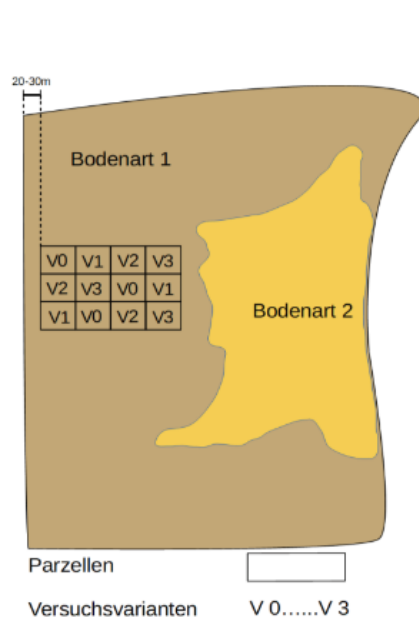

Abbildung 1: Beispiel für eine randomisierte 3-fache Wiederholung im Kleinparzellenversuch
Randomisierung	<p>Durch die zufällige Anordnung (siehe Abbildung 1) der unterschiedlichen Versuchsvarianten im Feld wird ein einseitiger Einfluss von Umweltfaktoren vermieden (z.B. Haupttrichtung Wind).</p>
- Platzsparend, geeignet für Sorten- oder Düngeversuche, für Versuche im Gemüsebau (Abbildung 1)